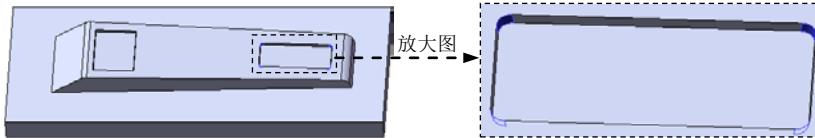

图 12.2.17 圆角 2
Step10. 创建图 12.2.17 所示的圆角 2。
- (1) 选择命令。选择下拉菜单 **插入(I)** → **特征(E)** → **圆角(U)...** 命令（或单击  按钮），系统弹出“圆角”对话框。